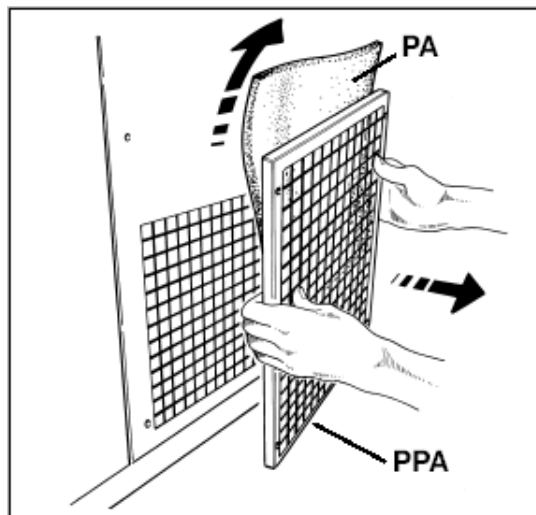

рис.10.
- Затем извлечь решетку впускного предварительного фильтра и фильтрующий элемент **PA** (рис.10).